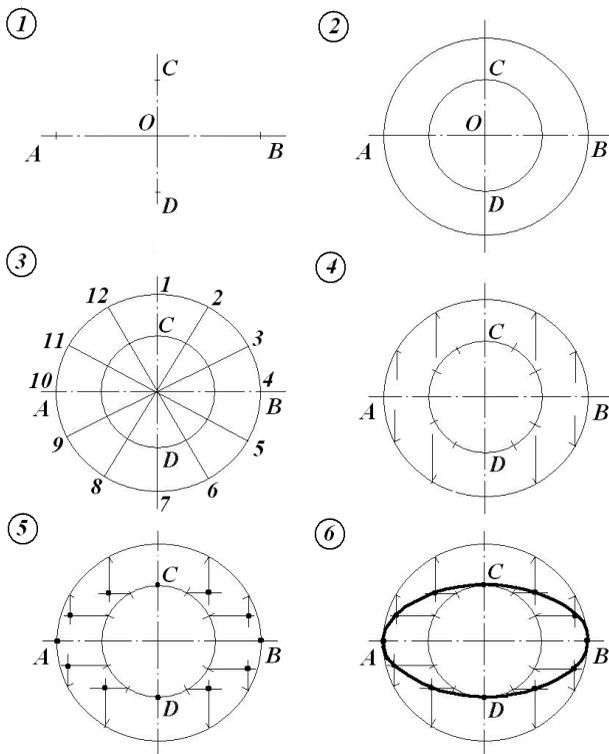

Рис. 61
- 1) Даны две взаимно перпендикулярные оси эллипса AB и CD (рис. 61).